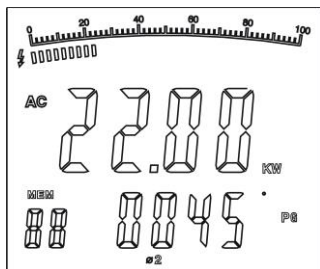

Figure 9
2. Après avoir enregistré l'actuelle valeur de puissance de la première phase, pressez **SEL** pour choisir $\Phi 2$. Le double afficheur indique la valeur de la puissance active en kW et PG ($\cos\Phi$) de la seconde phase **2** (figure 9).